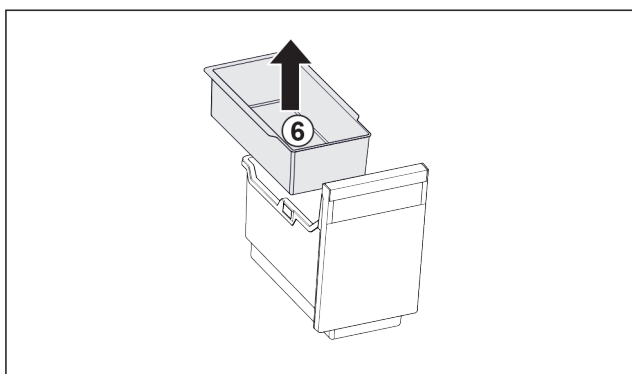

Fig. 101
- Einhängeschale Fig. 101 (6) entnehmen.